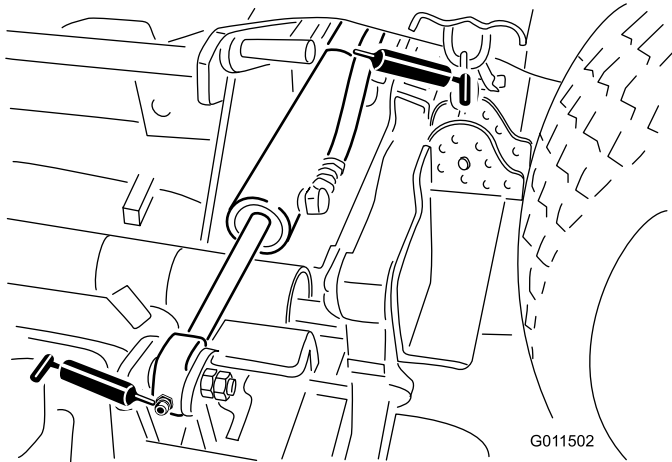

Bild 46
Seitmähwerk-Hubzylinder (4) (Bild 46)